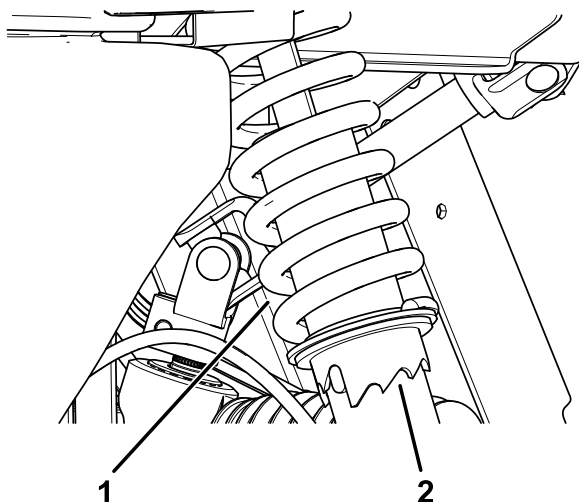

Рисунок 46
1. Используя инструмент Togo № 6010, поверните кольцо на амортизаторе, чтобы изменить величину предварительного сжатия пружины (Рисунок 46).